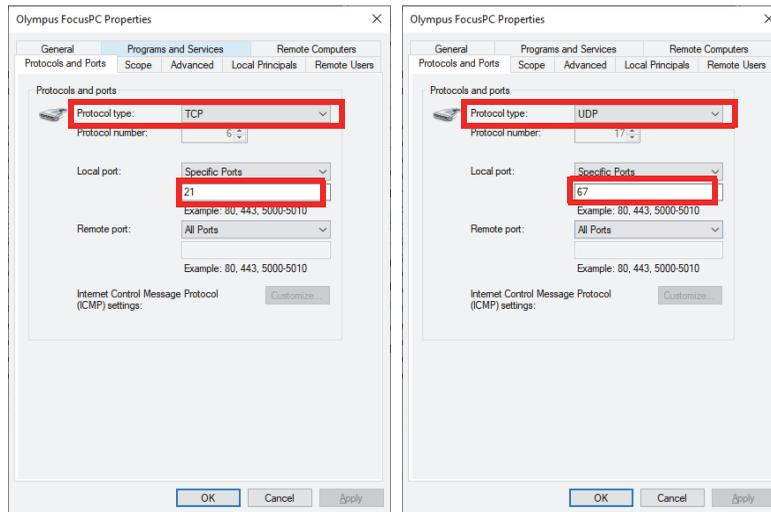
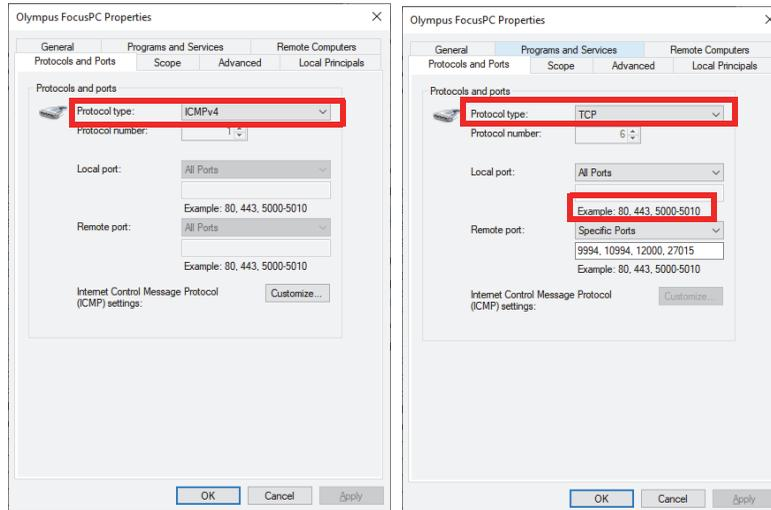
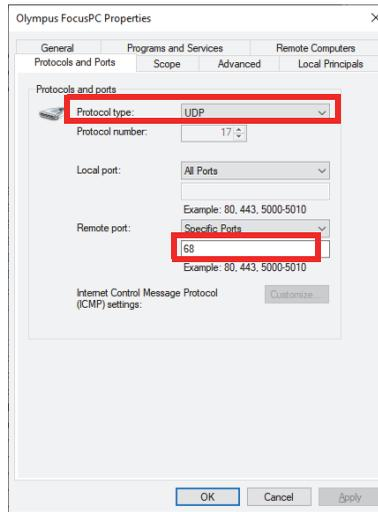

Figura 1-13 Tipo di protocollo — regola in entrata TCP 21 e UDP 67
Figura 1-14 Tipo di protocollo — regola in uscita ICMPv4 e TCP
Figura 1-15 Tipo di protocollo — regola in uscita UDP 68
7. Configurare la porta con i parametri illustrati nelle Figura 1-13 a pagina 35, Figura 1-14 a pagina 35 e Figura 1-15 a pagina 36.